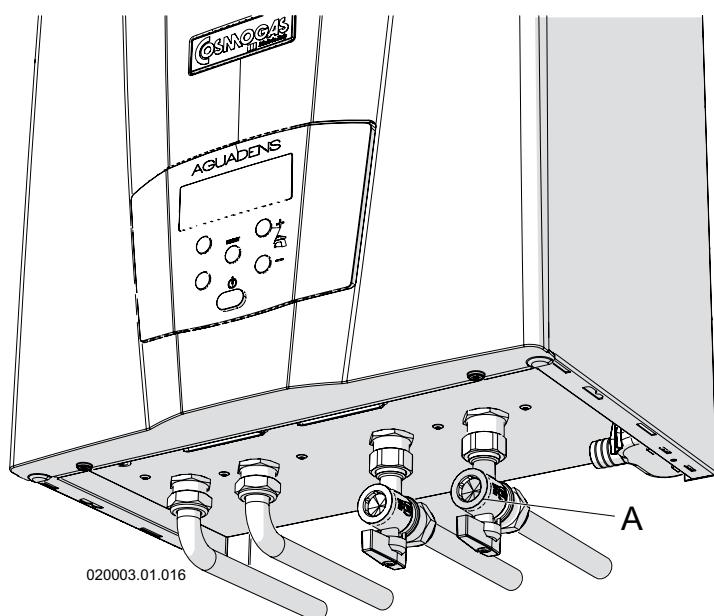

Figura 6.15 - selettore portata acqua calda sanitaria
- 5 - se la temperatura dell'acqua è troppo fredda occorre ridurre la portata attraverso il selettore "A" di figura 6.15, fino al raggiungimento della temperatura desiderata.